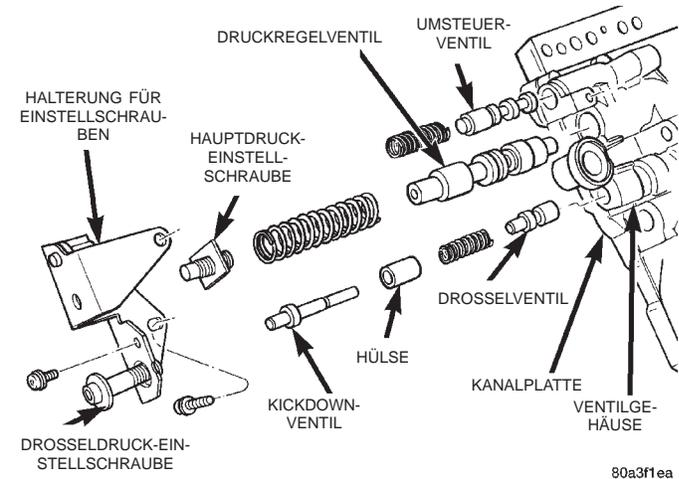

Abb. 40 Halterung für Einstellschrauben, Federn und Ventilschieber ausbauen
(1) Die Schrauben herausdrehen, mit denen die Halterung der Einstellschrauben an Ventilgehäuse und Kanalplatte befestigt ist. Beim Herausdrehen der letzten Schraube die Halterung fest gegen die Spannkraft der Feder andrücken.
(2) Halterung der Einstellschrauben abbauen und Hauptdruck-Einstellschraube entnehmen (Abb. 40).
(3) Umsteuerventil mit Feder, Druckregelventil mit Feder, Kickdown-Ventil mit Feder und Drosselventil aus dem Ventilgehäuse ausbauen (Abb. 40).